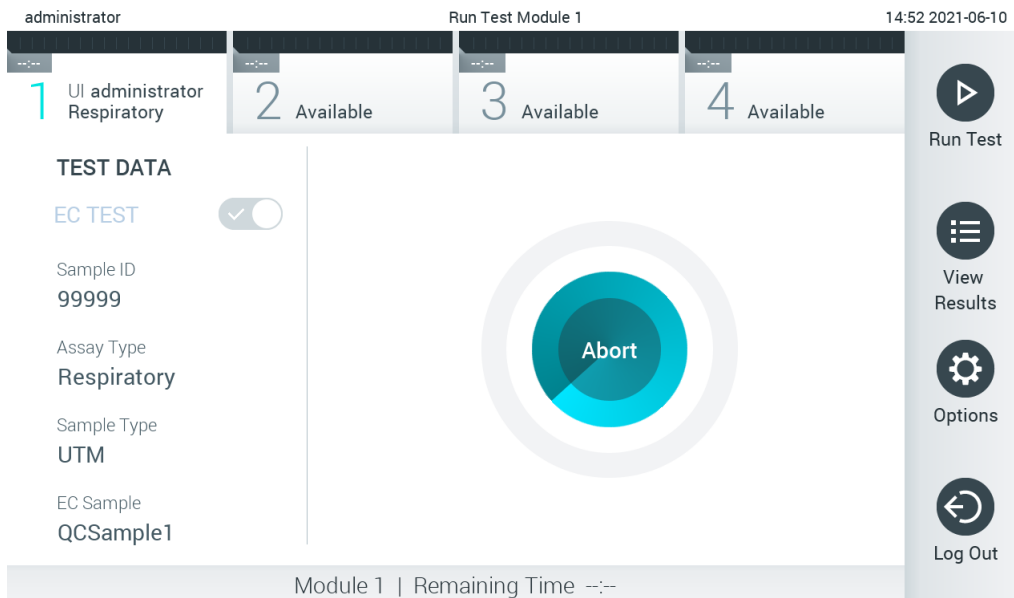

Рис. 94. Проведення тесту та відображення залишкового часу виконання.
10. Після виявлення картриджа для аналізу КВІАстат-ДКс аналізатор КВІАстат-ДКс (QIAstat-Dx) 1.0 автоматично закриє кришку вхідного порту картриджа та розпочне проведення тесту. Оператору не потрібно виконувати жодних дій. Під час проведення тесту на сенсорному екрані відображається залишковий час виконання (Рис. 94, наступна сторінка).